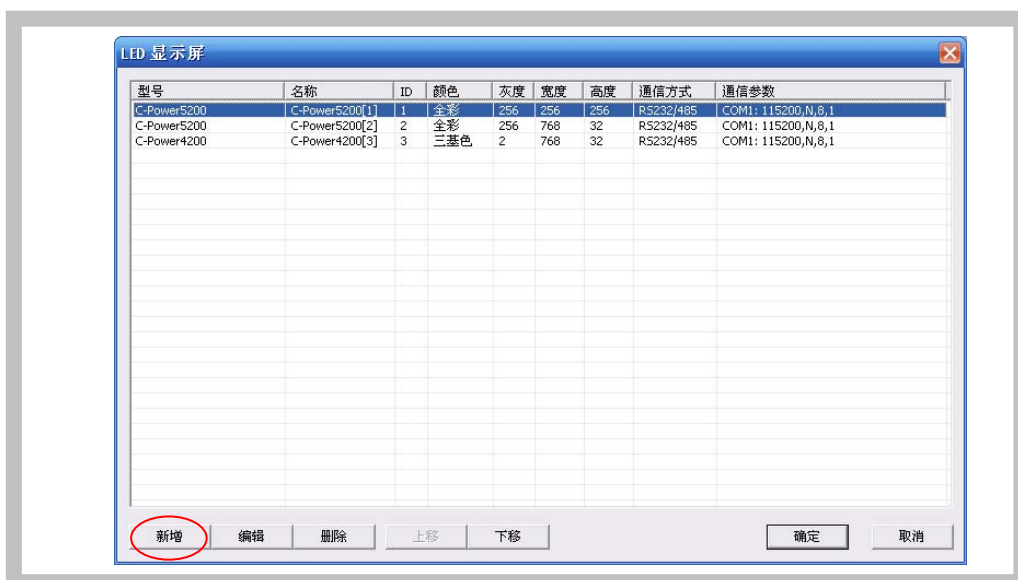

图10 显示屏列表窗口
- 2) 弹出如图10所示的“目前已定义的显示屏列表”窗口中，点击“新增”按钮。